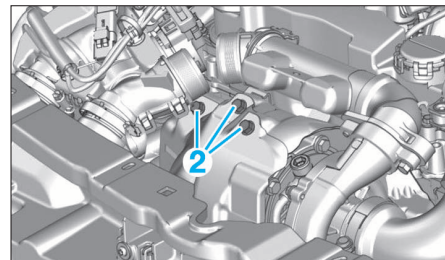

FIG. 70
- Déposer les vis (2) (Fig.70) et (71).